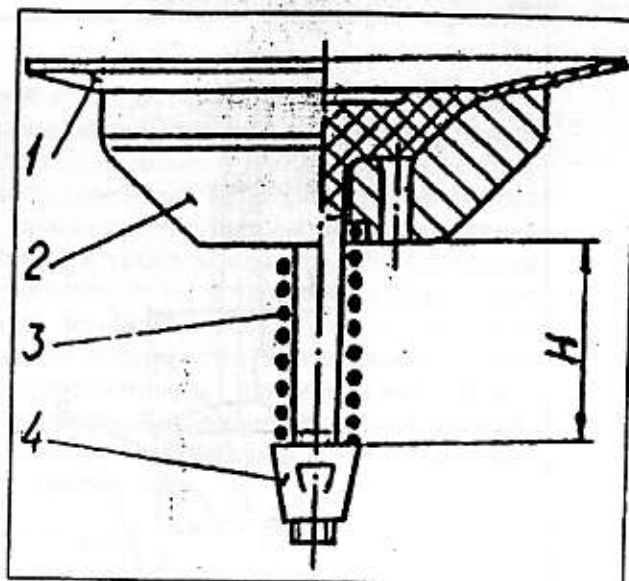

Рис. 13
Рис. 13. Мембрана в сборе: агрегат «Финиш-207» (0.169-213); «Финиш-211» и «Финиш-211-1» (0.190-705). 1 - мембрана: агрегата «Финиш-207» (0.158-317); агрегата «Финиш-211», «Финиш-211-1» (0.190-317); 2 - шайба опорная «Финиш-207» (0.158-323); «Финиш-211», «Финиш-211-1» (0.190-323); 3 - пружина (0.034-453); 4 - гайка (0.034-454); «И» - высота предварительного сжатия пружины; мембраны 0.169-213-27,5-0,3 мембраны 0.190-705 - 27-0,5
5.2.10. Узел мембраны (рис. 13).